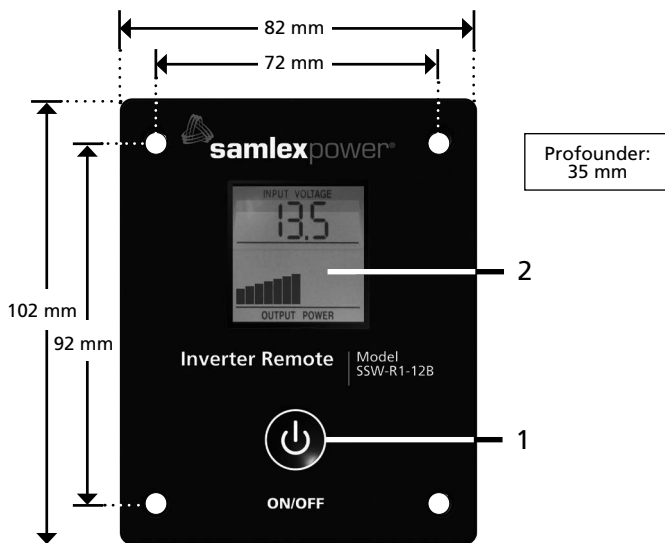

Fig. 2.1 Schéma
Le modèle est donné à la figure 2.1 ci-dessous.
Si l'interrupteur de marche/arrêt de l'onduleur est laissé en position ON lorsque vous utilisez la télécommande, le texte suivant sera observé en appuyant sur le bouton ON/OFF sur la télécommande (1 Dans Fig 2.1) pour l'allumage et l'arrêt du convertisseur :
- Appuyer sur le bouton ON/OFF (1 sur Fig 2.1) pour allumer l'onduleur : La télécommande affiche l'état de fonctionnement de l'inverseur
- Appuyer sur le bouton ON/OFF (1 sur Fig 2.1) pour couper le convertisseur : l'écran LCD (2 sur Fig 2.1) s'éteint. Cependant, le convertisseur ne sera pas couper et les batteries continuent à se décharger en raison de la consommation d'énergie suivants :